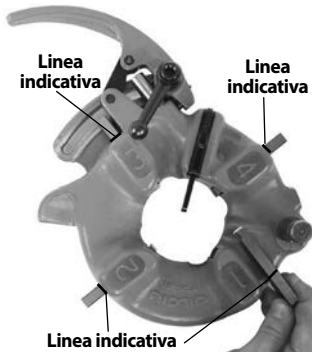

Figura 12 - Inserimento dei pettini
6. Inserire gli opportuni pettini nella testa portapettini con il margine numerato rivolto verso l'alto, fino a quando la linea dell'indicatore sarà a pari con il margine della testa portapettini (vedere Figura 12). I numeri sui pettini devono corrispondere ai numeri sulle fessure della testa portapettini. Sostituire sempre i pettini come set - non mescolare pettini provenienti da set diversi.